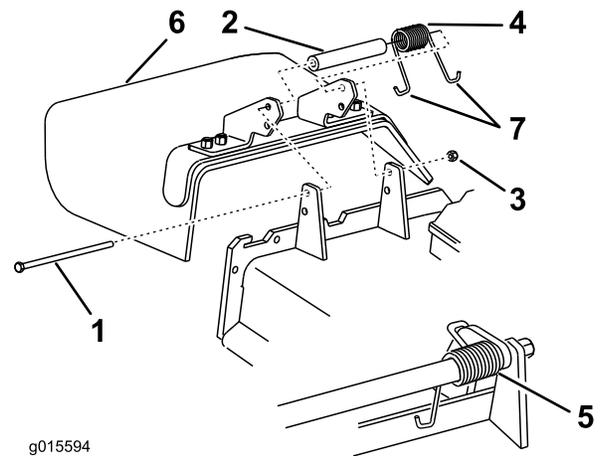

Figura 85
1. Retire la contratuerca, el perno, el muelle y el espaciador que sujetan el deflector a los soportes de pivote (Figura 85).
2. Retire el deflector de hierba dañado o desgastado (Figura 85).
Nota: Asegúrese de colocar un extremo en J del muelle detrás del reborde de la carcasa antes de instalar el perno, según se muestra en Figura 85.
6. Coloque un extremo en J del muelle alrededor del deflector de hierba (Figura 85).